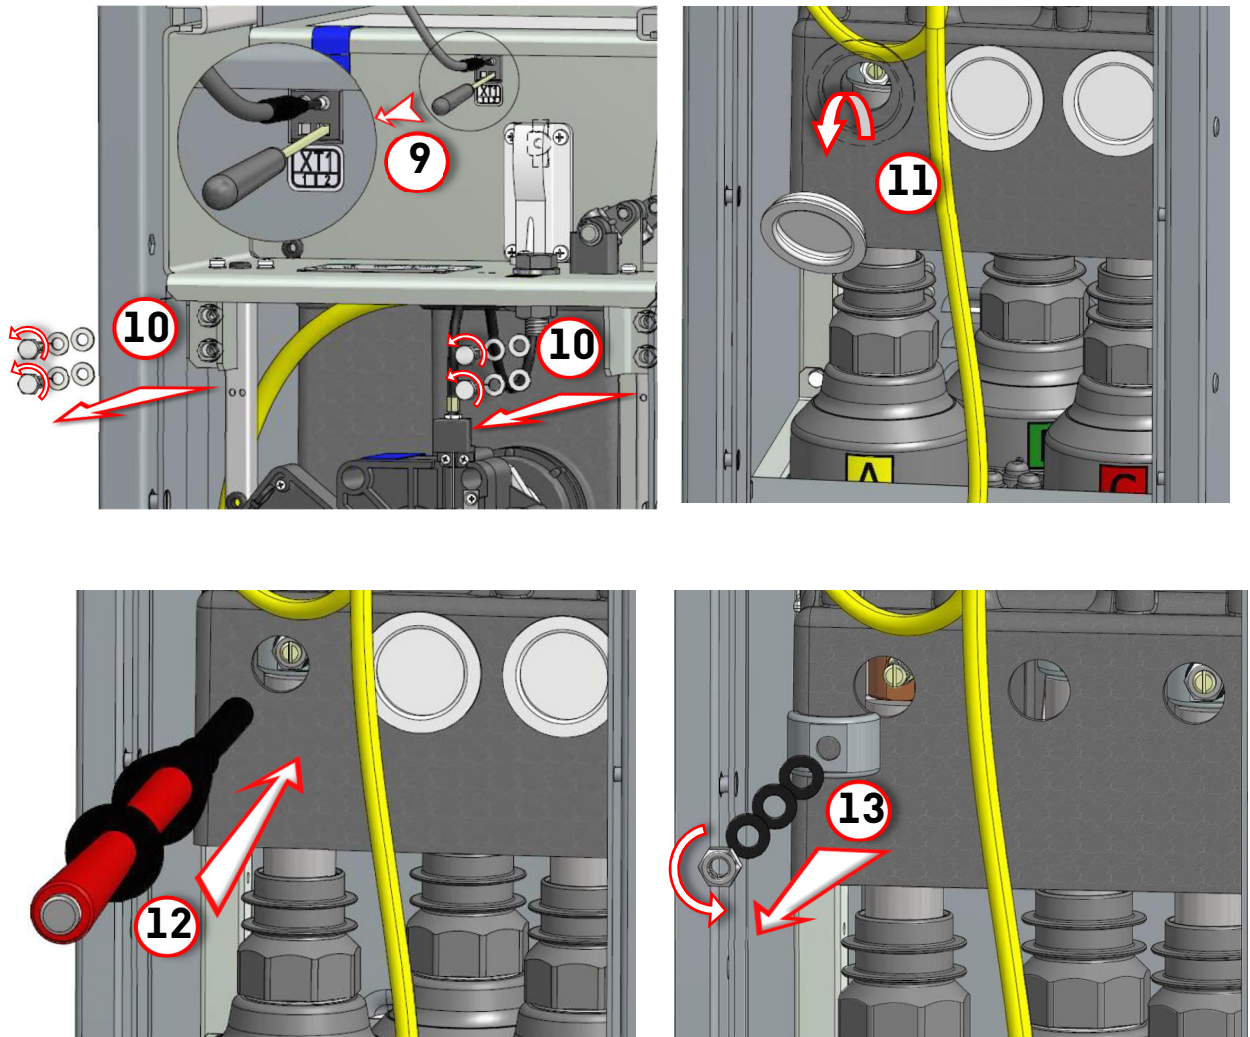

Рис.7.3. Демонтаж МВ, часть 1
8. Отсоединить с помощью отвертки WAGO два провода от разъема XT1 модуля высоковольтного, операция **9**, рис. **Рис.7.3**.
10. Снять резиновую заглушку для фазы А на корпусе МВ, операция **11**, рис. **Рис.7.3**.
11. С помощью предварительно проверенного штатного указателя напряжения убедиться в отсутствии высокого напряжения на фазе А, операция **12**, рис. **Рис.7.3**. Операции **11** и **12** произвести в такой же последовательности для фазы В и С.
12. Торцевым ключом отвинтить гайку крепления вывода МВ к шине КДТН, снять 3 тарельчатых шайбы и держатель крепления модуля высоковольтного с каждой фазы, операция **13**, рис. **Рис.7.3**.